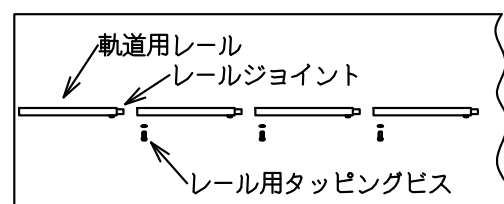

図6
(2) 軌道用レールの取付
①レールサポート、軌道用レールの取付
- ・妻側につけた位置から軌道用レールを並べて下さい。(図6)